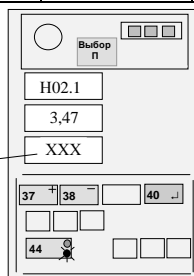

Рисунок 14
4.5.6.4 Нажимая кнопки "+" (37) и "-" (38), набрать на среднем ИЖЦ значение вылета, указанного в правом столбце таблицы 4 (см. рисунок 14) для установленного значения вылета по рулетке.
4.5.6.5 Нажать на время 1 с кнопку "┘" (40) и, проконтролировав короткий звуковой сигнал, отпустить кнопку (см. рисунок 14).